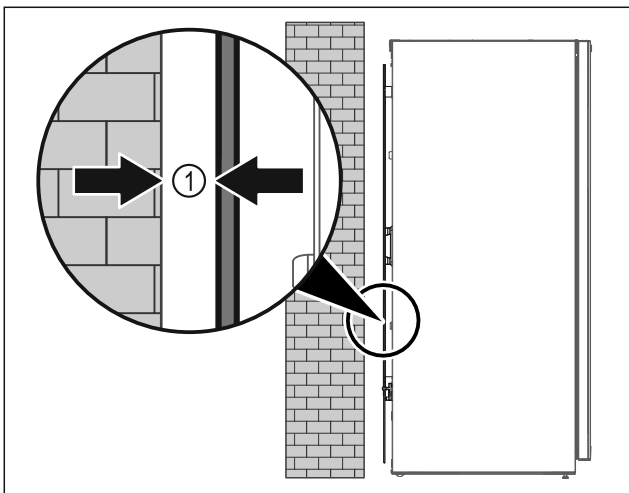

Fig. 10
- Pystytä laite joko huonetilaan vapaasti seisomaan tai suoraan seinän viereen noudattaen 5 mm Fig. 10 (1) vähimmäisetäisyyttä.